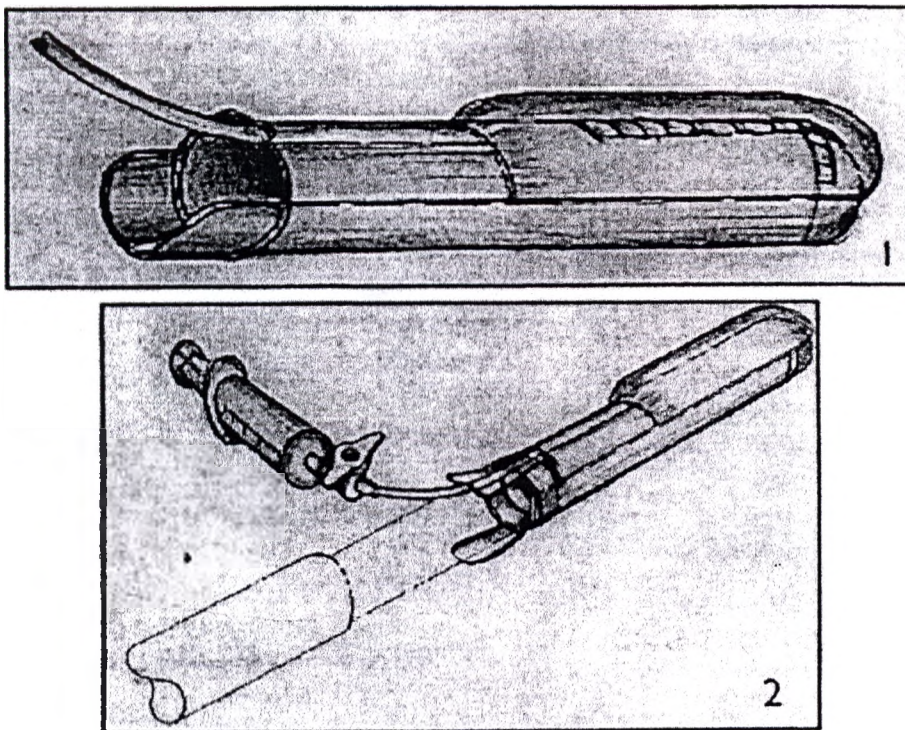

Рисунок 1. Общий вид баллона внутрисполостного (1), и вид при размещении на ультразвуковом датчике (2).
Баллоны внутрисполостные являются принадлежностью помещаемой на ультразвуковые датчики в качестве чехла-баллона, при проведении диагностических процедур трансректальных УЗИ, обеспечивающей контролируемый зазор между областью исследования и ультразвуковым датчиком (Рисунок 1). Внешняя верхняя сторона чехла имеет герметичную водонепроницаемую, гибкую полость (баллон), к которой присоединена гибкая соединительная трубка оснащенная двухходовым краном с соединением люэра. Для обеспечения контролируемого зазора между датчиком и областью ультразвукового исследования, полость баллона заполняется физиологическим раствором (максимальный объём – 30 мл), с использованием шприца подсоединяемого к двухходовому крану (Рисунок 1).
1. Поместить баллон внутриполостной на ультразвуковой датчик (Рисунок 1). Чтобы улучшить качество сканирования и облегчить надевание и снятие баллона с датчика, следует предварительно нанести необходимое количество ультразвукового геля на внутреннюю поверхность баллона внутриполостного и (или) на поверхность ультразвукового датчика.
2. Ввести датчик в баллон внутриполостной так, чтобы соединительная трубка была повернута к верхней стороне ультразвукового датчика (Рисунок 1). Полотно обтянуть поверхность датчика баллоном внутриполостным. Удалить складки и пузырьки воздуха.